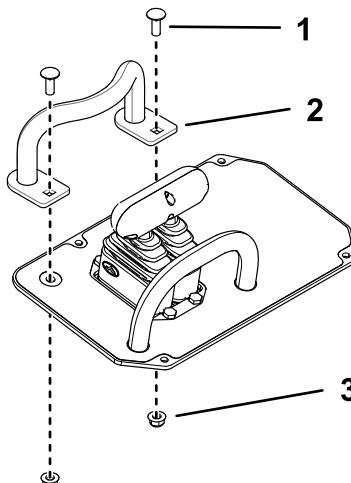

**Figure 22**
1. Boulon et écrou (4)
- Soulevez le couvercle du panneau de commande et déposez la poignée avant (Figure 22).